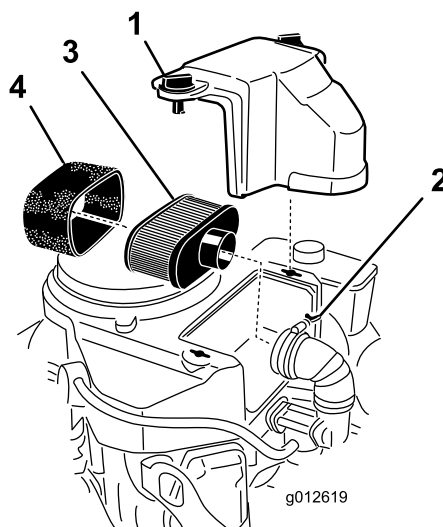

Figura 27
3. Limpie alrededor del limpiador de aire de forma que la suciedad no penetre en el motor y cause daños (Figura 27).
4. Desenrosque los pomos de la tapa y retire la tapa del limpiador de aire (Figura 27).
5. Desenrosque la abrazadera y retire el conjunto del limpiador de aire (Figura 27).
6. Retire cuidadosamente el filtro de gomaespuma del filtro de papel (Figura 27).
1. No limpie el filtro de papel, cámbielo (Figura 27)
1. Deslice cuidadosamente el elemento de gomaespuma sobre el elemento de papel (Figura 27).
2. Coloque el conjunto del limpiador de aire sobre la base del limpiador de aire y fíjelo con 2 tuercas de orejeta (Figura 27).
3. Coloque la cubierta del limpiador de aire y apriete el pomo de la cubierta (Figura 27).